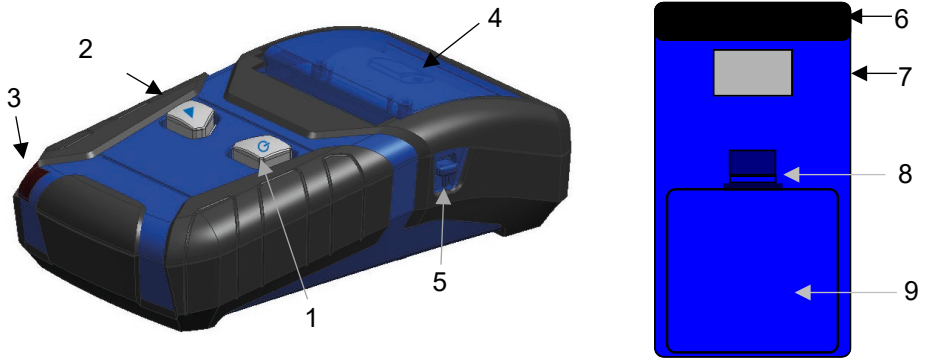

Abb. 1 Geräteteile
- Öffnen Sie das Papierfach durch Herunterdrücken des Hebels (Abb. 1, Teil 5).
- Stellen Sie die Papierfachabdeckung (Abb. 1, Teil 4) senkrecht.